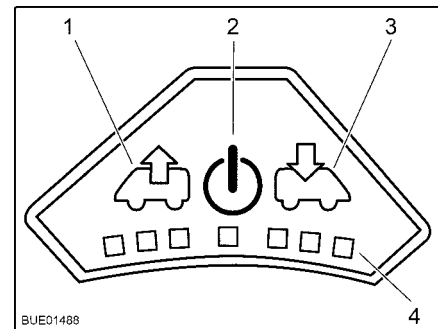

Bild 128 Bedienfeld des Ventilators
- Einschalten:** ■ Taste Ein/Aus (Bild 128,2) drücken. Der Ventilator läuft im Komfortmo-dus (Entlüften mit niedrigster Ventilatordrehzahl).
- Entlüften:** ■ Um die Ventilatordrehzahl zu erhöhen: Taste Entlüften (Bild 128,1) drü-cken. Die Ventilatordrehzahl in Entlüftungsrichtung nimmt um eine Stufe zu. LEDs (Bild 128,4) zeigen die Schaltstufen an.
■ Um die Ventilatordrehzahl zu verringern: Taste Belüften (Bild 128,3) drü-cken. Die Ventilatordrehzahl nimmt um eine Stufe ab.
- Belüften:** ■ Um die Ventilatordrehzahl zu erhöhen: Taste Belüften (Bild 128,3) drü-cken. Die Ventilatordrehzahl in Belüftungsrichtung nimmt um eine Stufe zu. LEDs (Bild 128,4) zeigen die Schaltstufen an.
■ Um die Ventilatordrehzahl zu verringern: Taste Entlüften (Bild 128,1) drücken. Die Ventilatordrehzahl nimmt um eine Stufe ab.
- Ausschalten:** ■ Taste Ein/Aus (Bild 128,2) drücken. Der Ventilator stoppt, die LEDs erlö-schen.